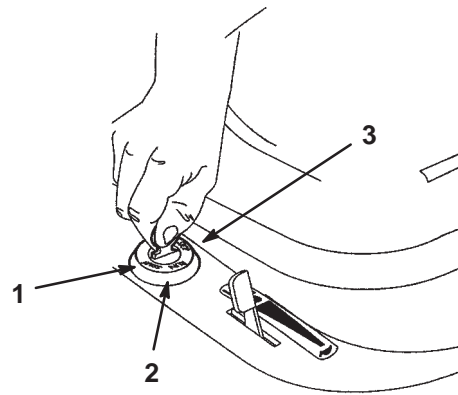

Bild 8
5. Drehen Sie den Zündschlüssel im Uhrzeigersinn und halten ihn auf Start (Bild 8). Lassen Sie den Schlüssel sofort los, wenn der Motor anspringt.
2. Stellen Sie den Zündschlüssel auf „Aus“ (Bild 8).